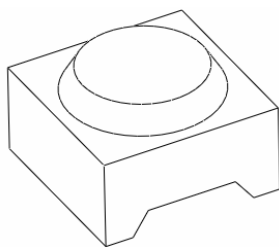

图 11-2
- (1) 单击工具栏中的  按钮。
- (2) 打开配书光盘中的文件“openexe11.prt”，如图 11-2 所示。